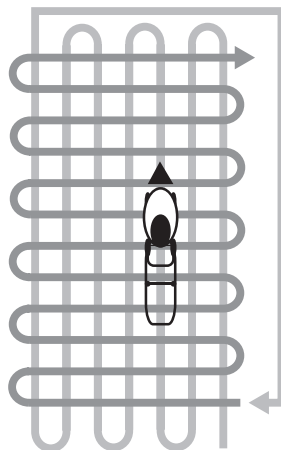

Рис. 22 Схема скашивания высокой и/или загущенной травы
5. При скашивании в тяжелых условиях (п. 3,4) рекомендуется двигаться медленнее или проводить повторный проход с меньшей высотой скашивания. На Рис. 22 представлена схема движения газонокосилки при скашивании высокой и/или загущенной травы.